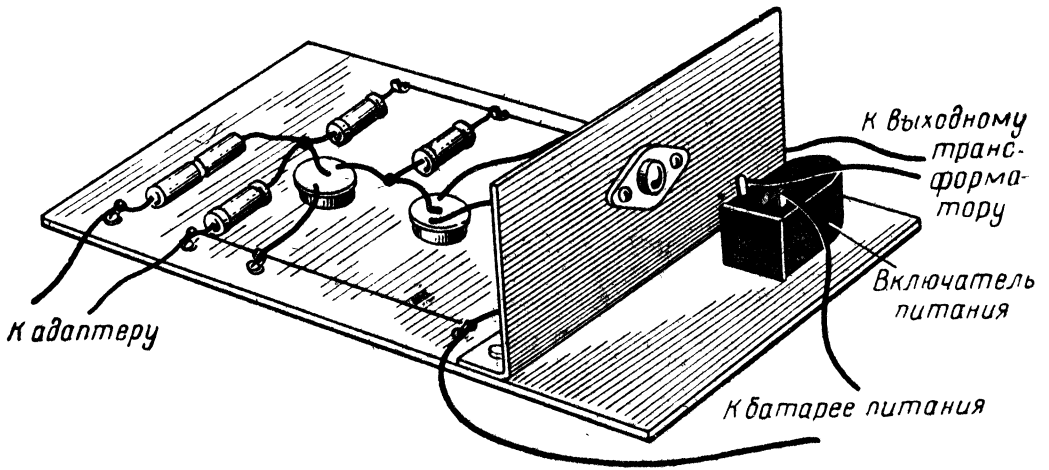

Рис. 21. Расположение деталей усилителя на изоляционной планке
**Конструкция.** Все детали схемы, кроме выходного трансформатора, батареи питания и динамика, установите на изоляционной планке (гетинакс, текстолит, оргстекло) толщиной 1,5—2 мм. Расположение деталей показано на рис. 21. Транзисторы Т-1 и Т-2 можно приклеить к планке. Их выводы, а также выводы резисторов подпаяйте к металлическим пистонам, вклепанным в планку. Если вы не достанете пистонов, можете заменить их лепестками, закрепленными на планке болтами.